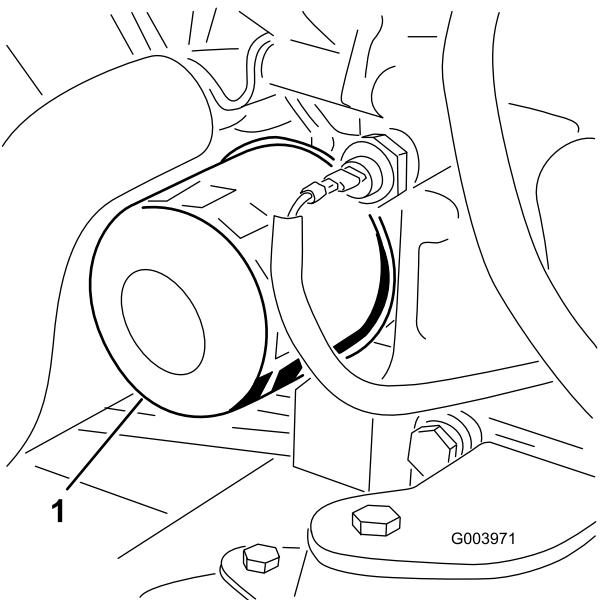

Figura 55
3. Retire o filtro do óleo (Figura 55).